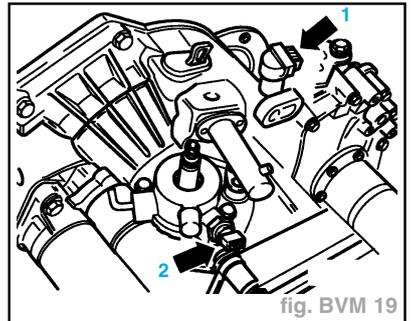

fig. BVM 19
- Déposer le câble de commande (B) avec le levier de commande de boîte de vitesses en dévissant l'écrou (flèche).
- Débrancher la fiche du transmetteur du tachymètre (flèche 1) et la fiche des phares de recul (flèche 2) (fig. BVM 19).